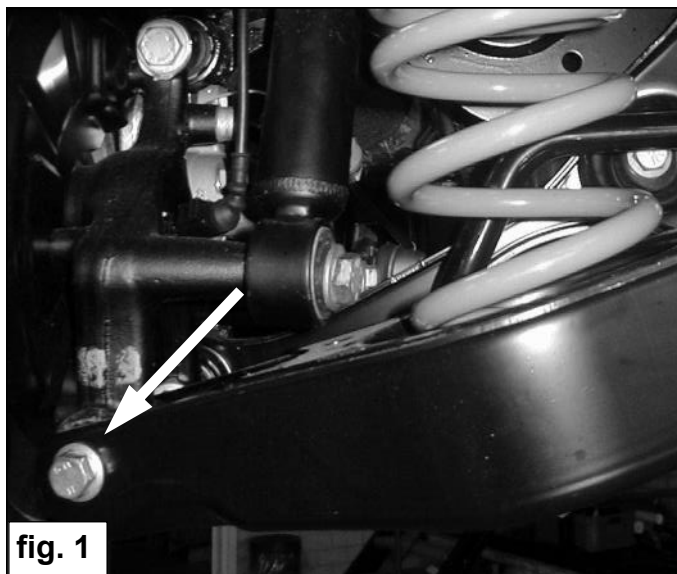

fig. 1
5. Entfernen Sie die Protektion des Klebstreifen und kleben Sie den Puffererhöher **A** zu dem Stoßdämpfer. Siehe Fig. 1.